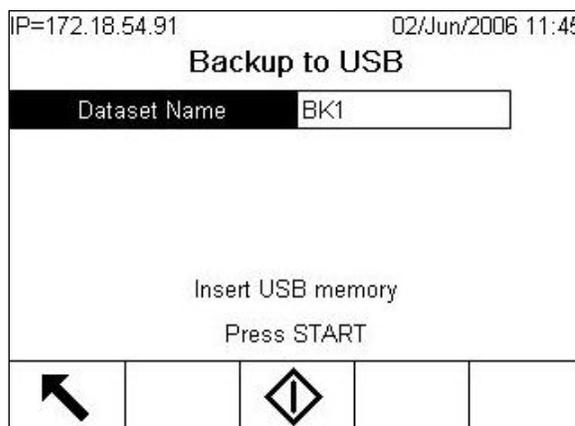

Figura 3-2: Backup em USB
2. Acesse Configuração > Manutenção > Executar > Backup em USB. A tela mostrada na Figura 3-2 será exibida.